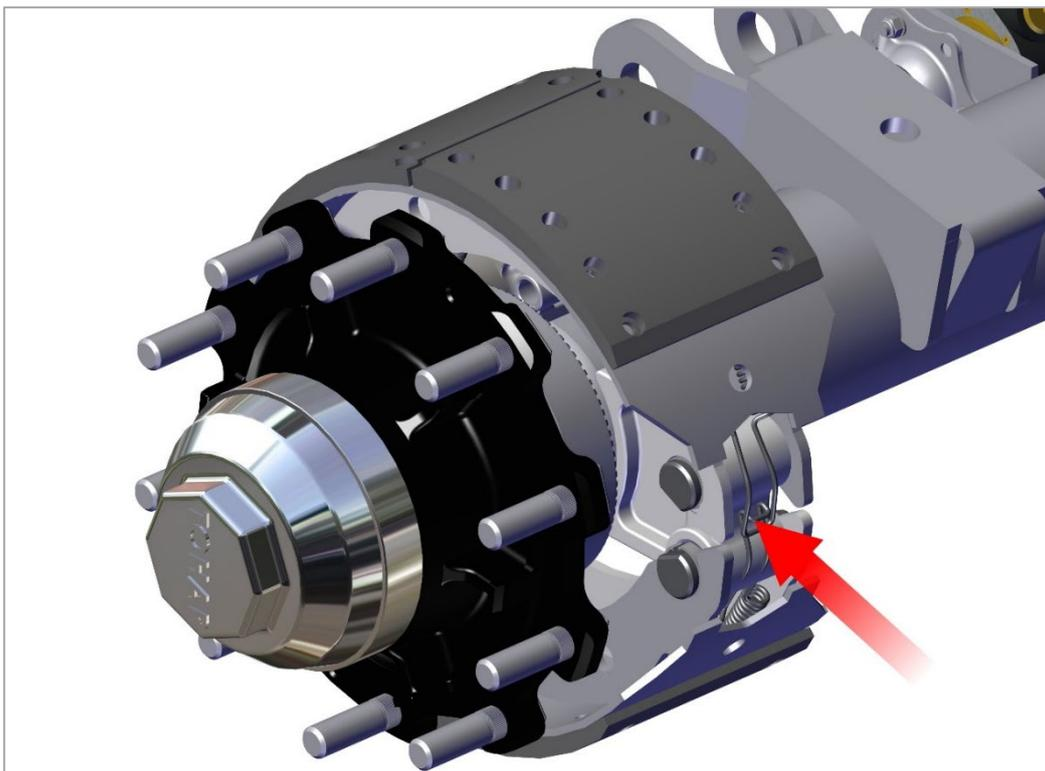

Рис. 14. Зажим пружины
3) Используя отвёртку, освободите зажим пружины из тормозной колодки. Снимите зажим пружины (рис. 14);